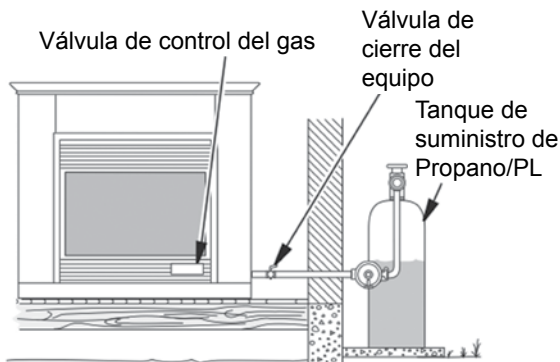

Fig. 17 - Revisión de las juntas de gas (Propano/PL solamente)
3. Revise todas las juntas del medidor de gas a la válvula de cierre del equipo (Ver Fig.17 o 18). Aplique una mezcla de jabón líquido y agua en las juntas de gas. Si se forman burbujas, puede haber una fuga.
4. Revise todas las juntas de la válvula de cierre del equipo a la válvula de control. (Ver Fig. 17 o 18). Aplique una mezcla de jabón líquido y agua en las juntas de gas. Si se forman burbujas, puede haber una fuga.